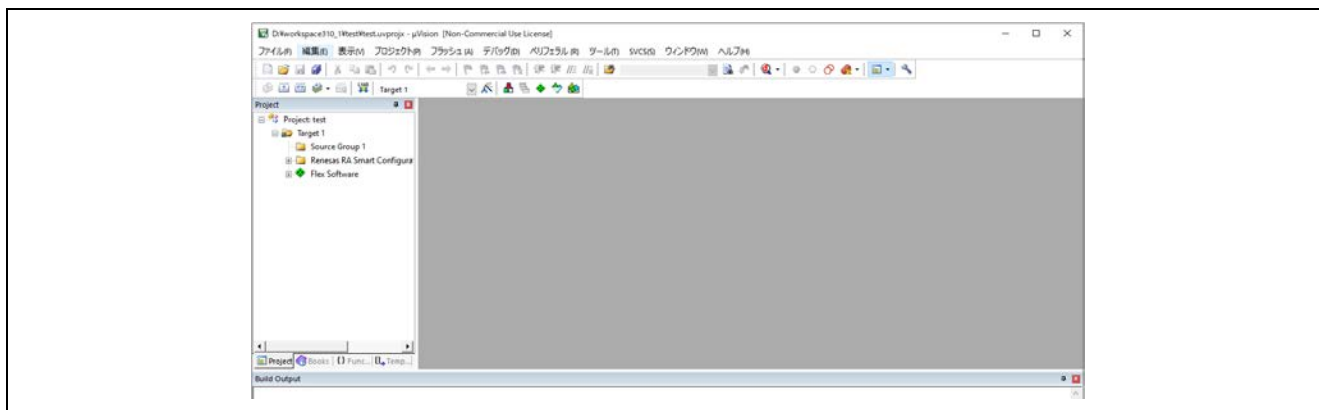

図 39 Keil プロジェクト
3. 図 39 に示すように、Keil プロジェクトが開かれます。